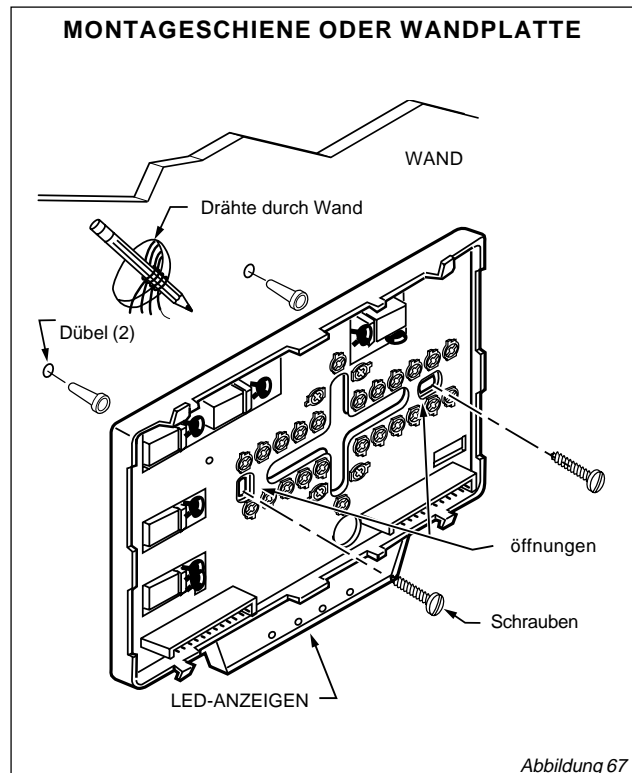

Abbildung 67
2. Markieren Sie die Montagelöcher mit einem Bleistift. Siehe Abbildung 67.